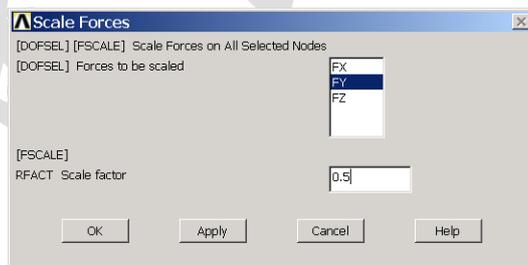

图5.25 比例缩放力
单击 **Main Menu>Solution>Define Loads>Operate>Scale FE Loads>Forces** 菜单，弹出如图 5.25 所示的对话框。在【Forces to be scaled】列表框中选择待缩放的标识，如【FY】；在【Scale factor】文本框中输入缩放比例【0.5】，然后单击【OK】按钮即可。
(3) 单击 **Main Menu>Solution>Define Loads>Operate>Scale FE Loads>Forces** 菜单，并按图 5.25 进行设置，单击 **【OK】** 按钮关闭对话框。